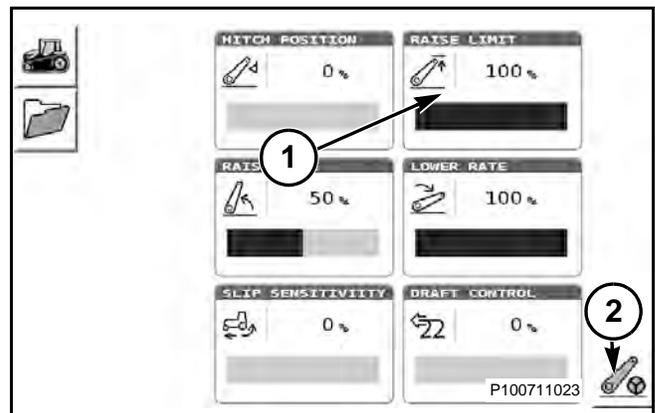

FIG. 126
FIG. 126: Para cambiar selecciones de elemento, desplácese para resaltar la casilla (1) y presione el botón de la rueda de selección. Presione la tecla rígida situada junto al icono de posición de dirección para seleccionar la pantalla siguiente (2).